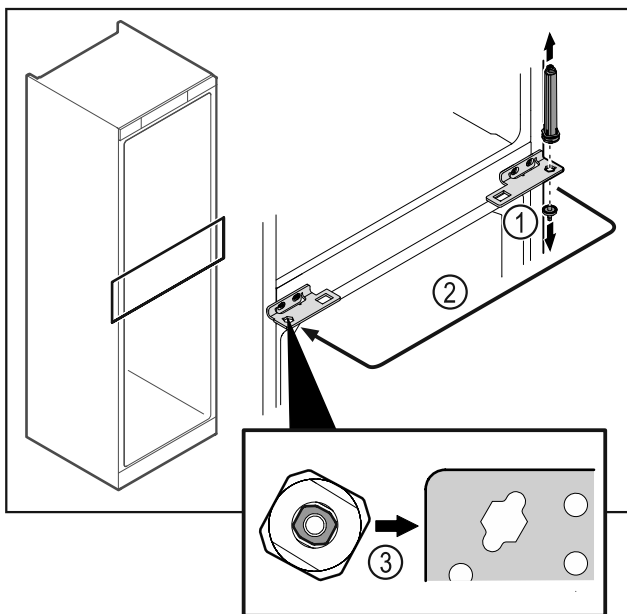

Fig. 48
- ▶ Ξεβιδώστε τον πείρο του μεντεσέ Fig. 48 (1).
- ▶ Μεταφέρετε το σύστημα κλεισίματος πόρτας Fig. 48 (2).
- ▶ Κατά την τοποθέτηση βεβαιωθείτε για τη σωστή ευθυγράμμιση του συστήματος κλεισίματος πόρτας Fig. 48 (3).